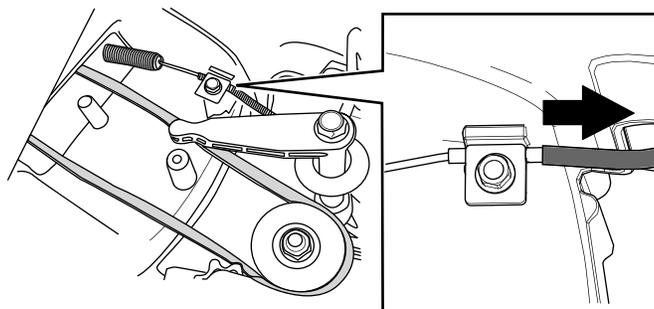

Рисунок 35
6. Потяните оболочку троса так, чтобы устранить провисание (Рисунок 35).